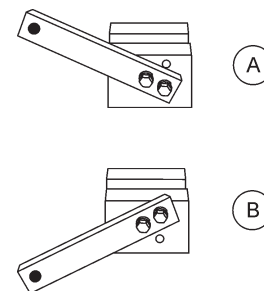

Figure 43. Configuration pour le réglage du bras de truelle
2. Vérifier que la pièce fixe de réglage du bras est au bon endroit (haut ou bas) pour que la rotation du bras de truelle s'effectue conformément à la figure 43.
Les bras avec une rotation de lame **DANS LE SENS HORAIRE** utilisent le bras de pièce fixe en position **HAUTE** (A sur la figure 43). Les bras avec une rotation de lame **DANS LE SENS ANTIHORAIRE** utilisent le bras de pièce fixe en position **BASSE**. (B sur la figure 43).